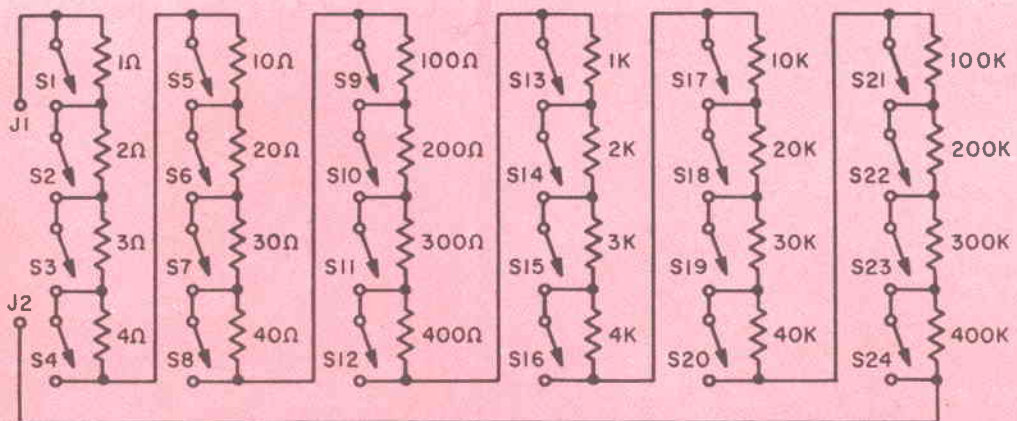

Fig. 2
Fig. 2 - Il circuito elettrico del « MINI - R ». Gli interruttori sono indicati con la lettera S e le boccole d'utilizzazione con le sigle J1 e J2. Il lettore tenga presente che la lettera K dopo il valore della resistenza indica « migliaia di ohm »; perciò 1 K si leggerà 1.000, 300 K equivale a 300.000 ohm e così via.
Noi useremo la seconda successione, come illustrato nello schema della «MINI — R», in fig. 2. Tutte le resistenze debbono essere disposte in serie e ciascuna di esse deve poter essere cortocircuitata da un interruttore. Gli estremi di tutta la catena di resistenze fanno capo ai morsetti d'uscita. E' facilissimo rendersi conto che: se tutti gli interruttori sono aperti, la resistenza del complesso sarà pari alla somma di tutte le resistenze; se gli interruttori sono tutti chiusi, la resistenza del complesso sarà zero; infine, se solo una parte degli interruttori è chiusa, la resistenza risultante sarà determinata dalla somma dei valori delle resistenze il cui interruttore è rimasto aperto.
- 24 resistenze da 1 Watt nei valori indicati in fig. 2;